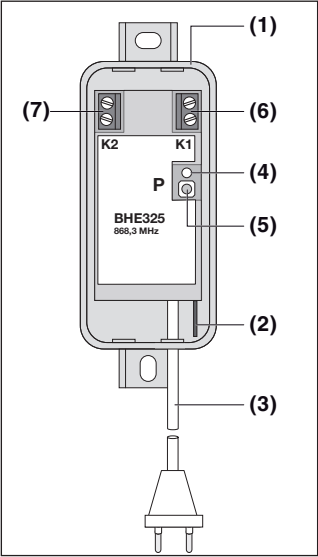

Fig. 2
2.2 Empfänger BHE325 (Fig. 2)
2.2 Receiver BHE325 (Fig. 2)